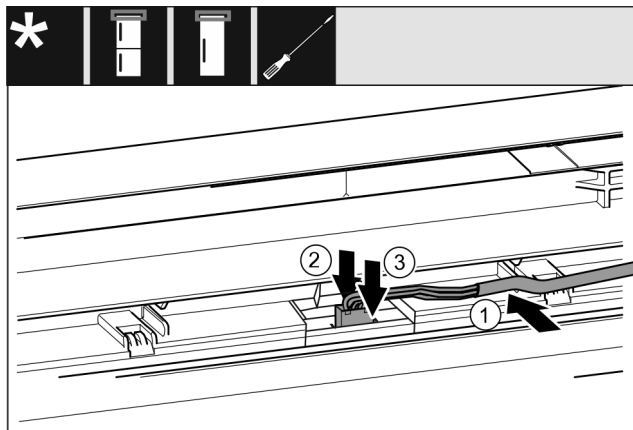

Fig. 44
- Poser le câble gris dans le guide de la porte supérieure. Fig. 44 (1)
- Repousser l'ergot vers l'arrière. Fig. 44 (2)
- Insérer le connecteur. Fig. 44 (3)